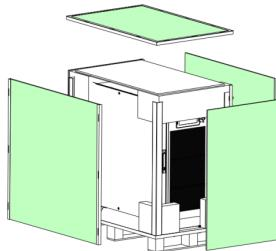

Рисунок 3.2. Удаление упаковочных материалов
- Удалить упаковочные материалы (см. рис. 3.2).